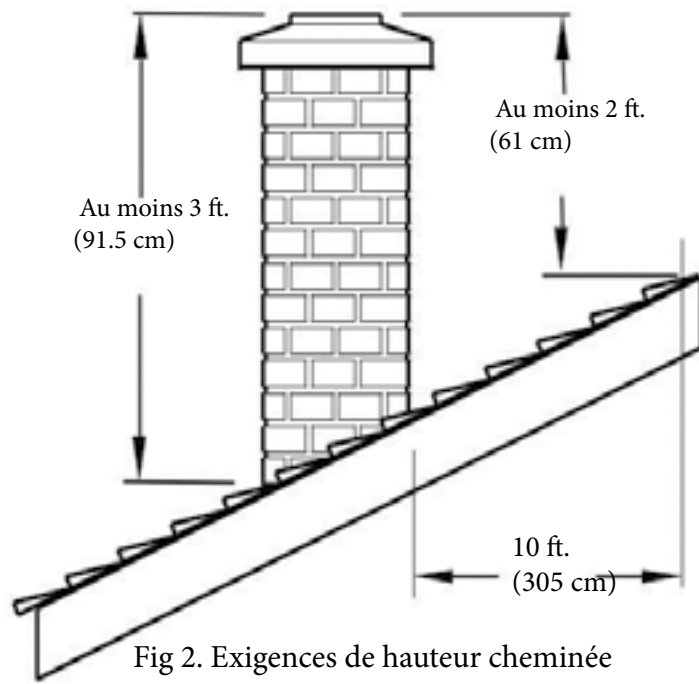

Fig 2. Exigences de hauteur cheminée
- de la structure qui est à moins de 10 pieds (3,05 m) de la cheminée, dans le sens horizontal. Voir La figure 2.